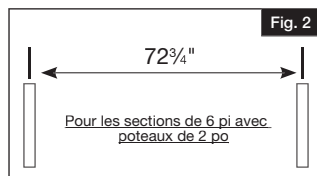

Fig. 2
- Dans le cas de sections de 6 pi avec poteaux de 2 po, mesurer une distance de  $72\frac{3}{4}$  po à partir du centre d'une extrémité, et marquer l'emplacement à l'aide d'un pieu (Fig. 2).